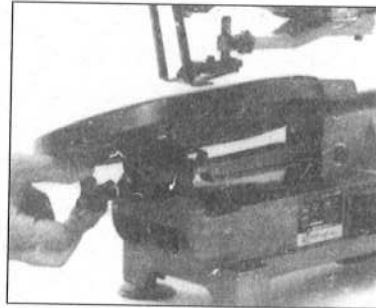

図3
- テーブルの角度を決めてからテーブル固定ネジにワッシャを入れて、確実に締めつけてください。(図3参照)